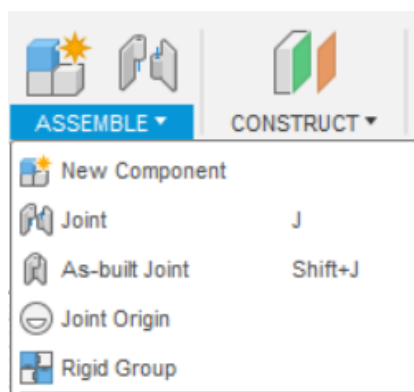

Рисунок 4.26
1) Используйте команду *New Component* для создания компонентов в начале процесса проектирования, прежде чем приступать к созданию геометрии (см. рис. 4.26).